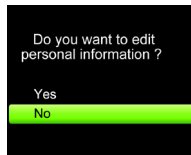
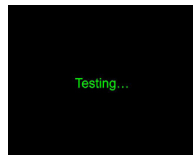
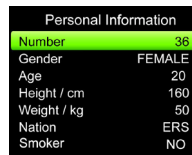

Figure 2 Interface sélective
Figure 3 Test
Figure 9 Interface d'informations personnelles
1. Le programme du dispositif médical se trouve dans l'interface sélective (Selective interface) après la mise sous tension comme indiqué à la Fig. 2, appuyez sur la touche « Up » ou « Down » pour sélectionner « No », puis appuyez sur la touche « Confirm » afin d'accéder à l'interface de test (Testing) comme indiqué à la Fig. 3. (Remarque : Si vous sélectionnez « Yes », le programme accèdera à l'interface des informations personnelles (Personal information) pour éditer ces informations et après la sortie, il reviendra à l'interface de test (Testing).)
Sous l'interface (Menu), sélectionnez « Informations personnelles » pour accéder à l'interface illustrée à la Fig. 9, dans laquelle l'utilisateur peut modifier les informations relatives au patient (Remarque : Sous (Selective interface) comme le montre la Fig. 2, si vous sélectionnez « Oui », vous pouvez également entrer dans l'interface (Personal information).).